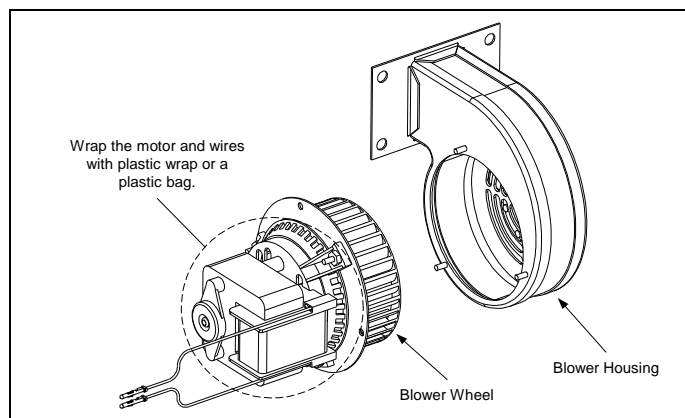

Abbildung 3
3. Den Motor mit Plastikfolie umhüllen, damit er nicht nass werden kann. Einen Entfetter oder ein Waschmittel auf das Gebläserad und -gehäuse sprühen. Fünf Minuten lang einwirken lassen. Das Rad und das Gehäuse mit heißem Leitungswasser abspülen und dann mit einem trockenen, sauberen Tuch trocknen. (Siehe Abbildung 3)